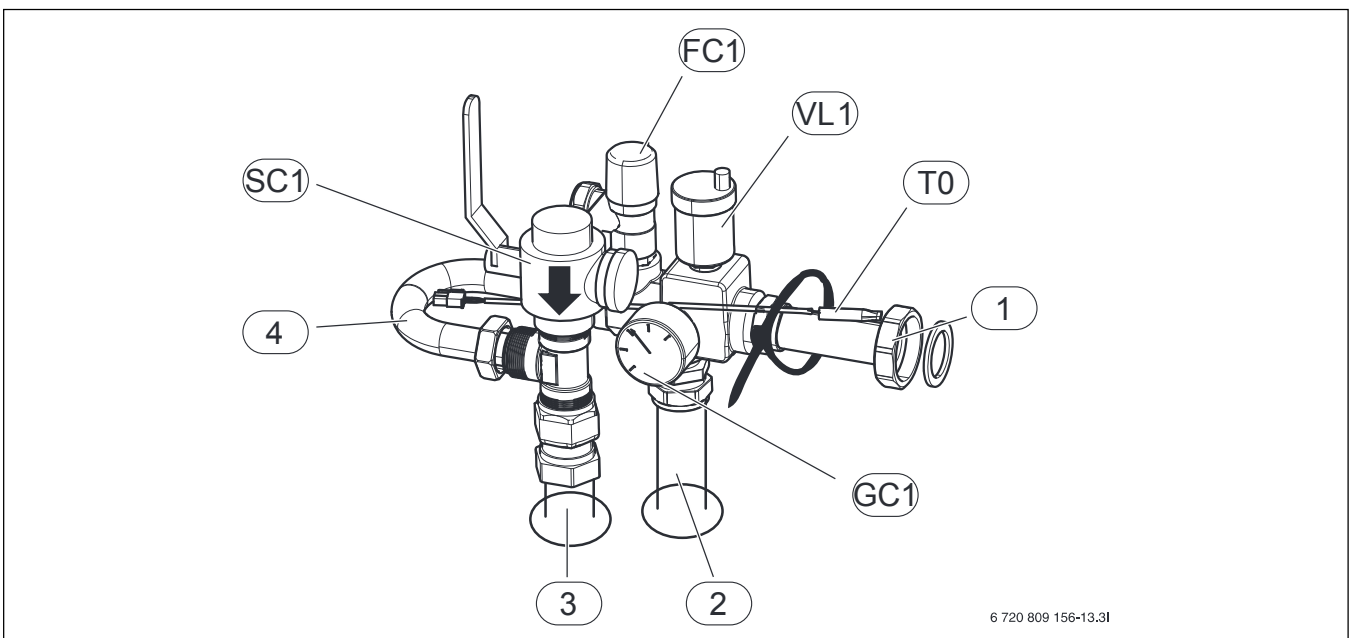

Bild 11 Säkerhetsgrupp monterad
- ▶ Montera först partikelfiltret ([SC1], bild 11) på T-stycket.
- ▶ Montera övriga delar, men dra inte åt förbanden helt på bypassen ([4], bild 11).
- ▶ Sätt framledninggivaren i dykröret på röret ([T0], fig. 11) och fäst den med buntband.
- ▶ Dra åt förbanden på bypassen ([4], fig. 11).